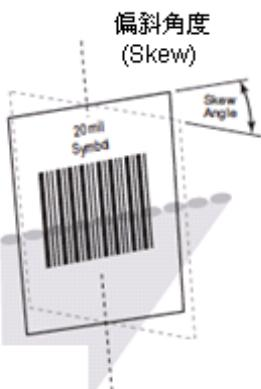

图 1-13
- ✧ 偏转角度(Skew)：±60°，测试条件为0°旋转角及0°倾斜角（见图 1-13）。